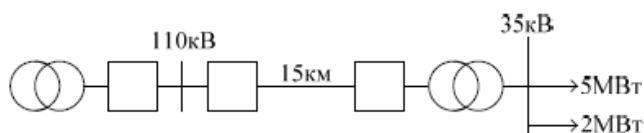

Рисунок 1 Расчетная схема
3. Определить вероятность возможных дефицитов мощности в схеме (рисунок 1).